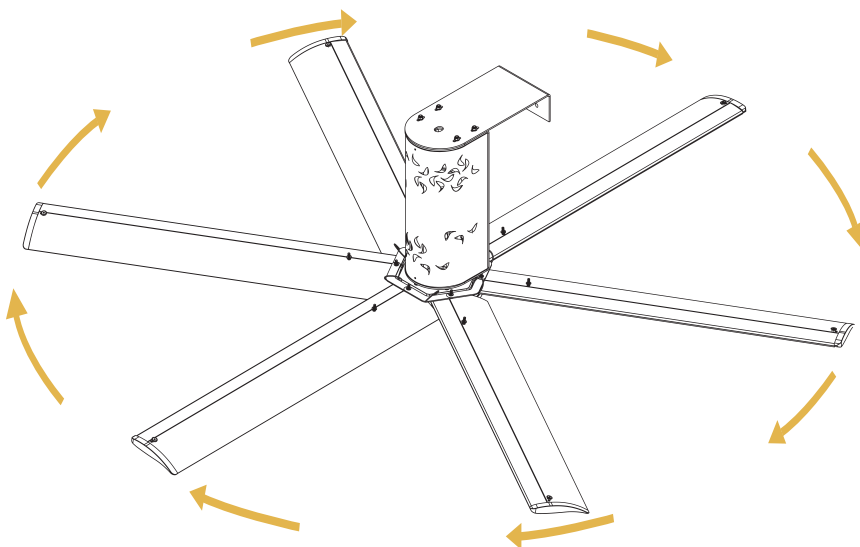

FIG. 14.1
14.7-Verifique la rotación apropiada del ventilador. El giro debe ser en sentido opuesto de las manecillas del reloj, cuando se observa desde abajo, como se muestra en la siguiente imagen (FIG. 14.1).